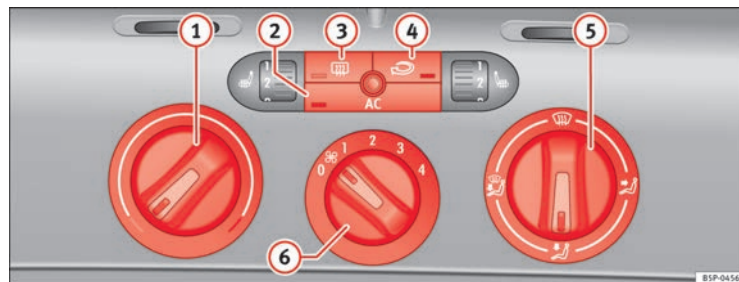

Fig. 126 Sul cruscotto: i comandi del Climatic
- Ruotare verso destra la manopola di regolazione della temperatura ⇒ fig. 126 ① portandola sul livello desiderato.